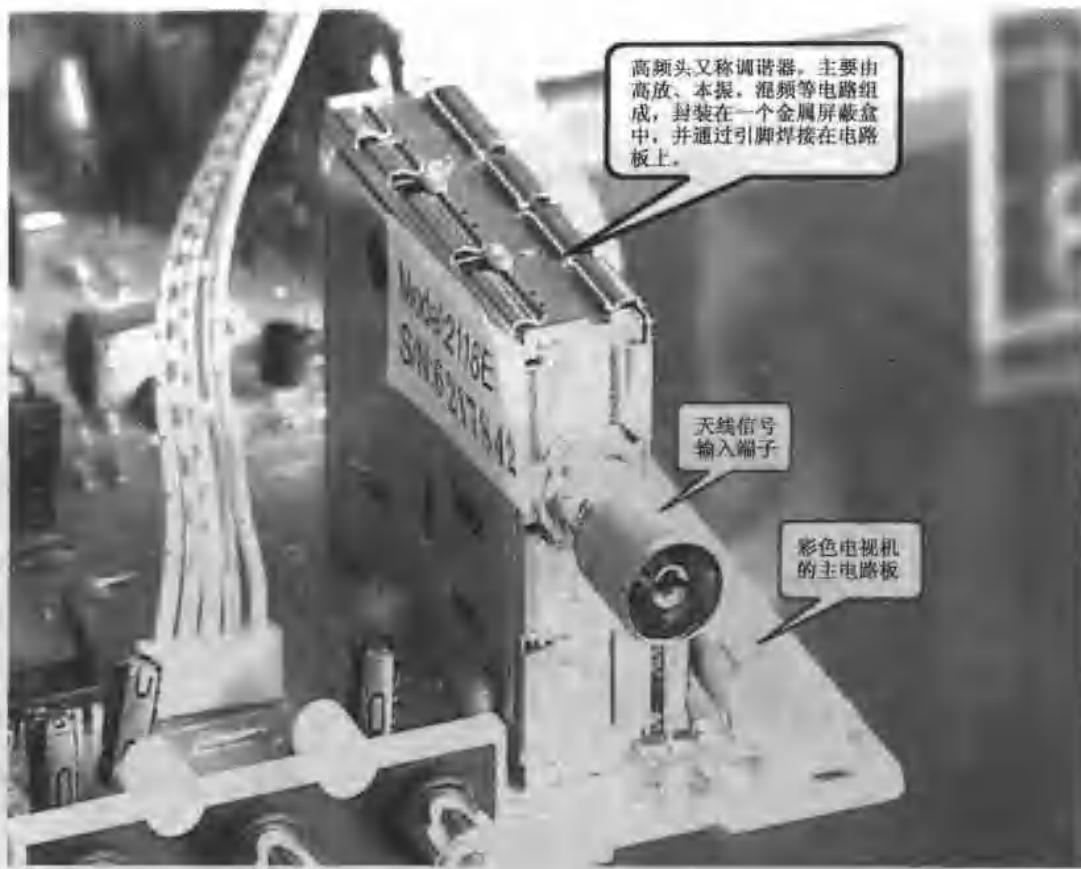
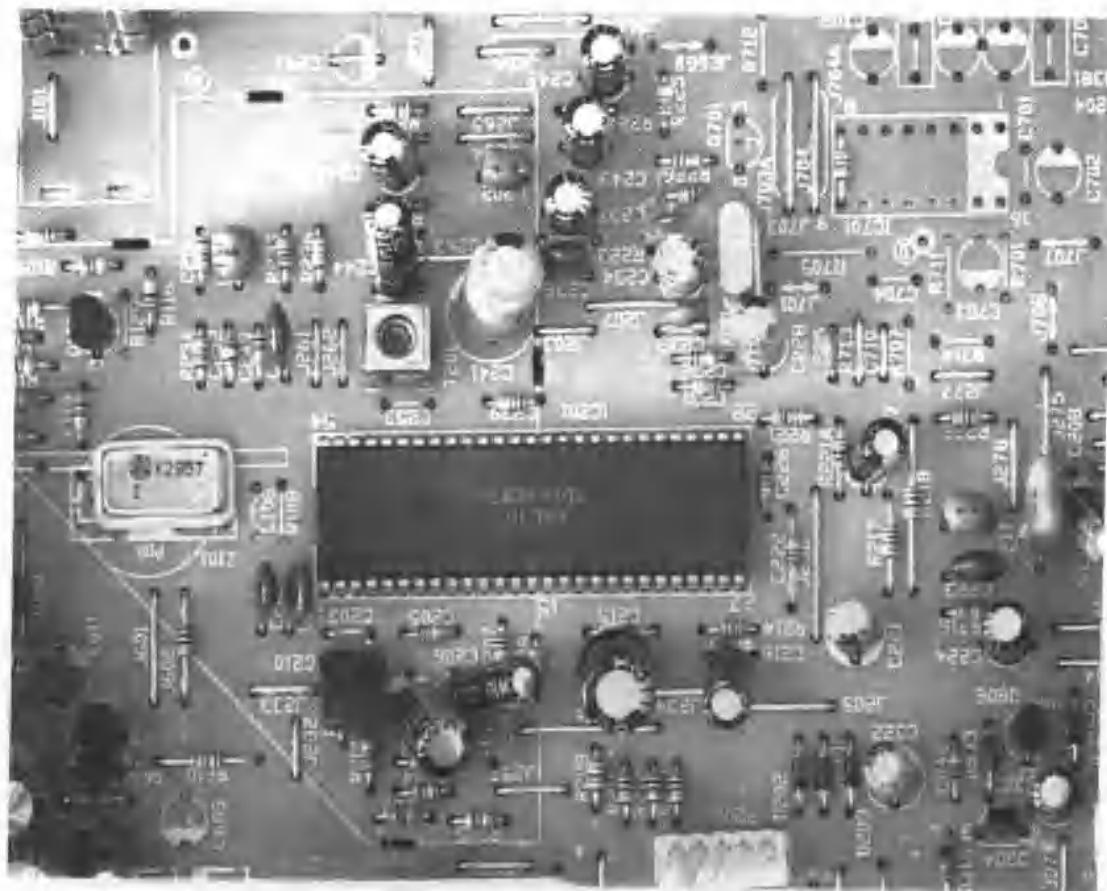

图 1-3 调谐器
图 1-4 中频、视频解码一体化 IC
(1) 调谐器。这是电视机处理电视信号的第一道关口，要求功率增益高，噪声系数小。由于调谐器处理的信号频率很高，因此都封装在金属盒中，通过引脚焊在电路板上。其功能是将天线输入的射频信号进行放大，然后与本振信号进行混频，输出中频电视信号。我国图像中频为 38 MHz，伴音中频为 31.5 MHz，如图 1-3 所示。
(2) 中频放大器。它的功能是放大图像中频信号，且提供适当的幅频特性，使适合残留边带及伴音差拍的需要，并具有自动增益控制(AGC)功能。它的好坏，将直接影响图像的清晰度、对比度、彩色稳定性和伴音的好坏。
(3) 视频检波与放大。它的任务有两条：一是对视频信号进行检波，以便从调幅的图像中频信号中检出视频信号，放大后送给亮度处理电路、PAL 制彩电解码电路和同步分离电路。二是将图像中频和伴音中频进行混频，产生 6.5MHz 的第二伴音中频信号送给伴音电路。中频放大、视频检波等电路通常制成集成电路，如图 1-4 所示。
(4) 伴音电路。它和黑白电视机类似。它包括第二伴音中频放大、限幅电路、鉴频电路和音频放大电路。它先将 6.5MHz 调频的第二伴音中频信号放大，用鉴频器进行调频解调，解出音频信号，再经音频放大器放大去推动扬声器发声，音量大小可以在这里进行控制。
(5) 亮度信号处理电路(即亮度通道)。它的功能是对亮度信号进行放大、延时，同时进行亮度和对比度的控制。